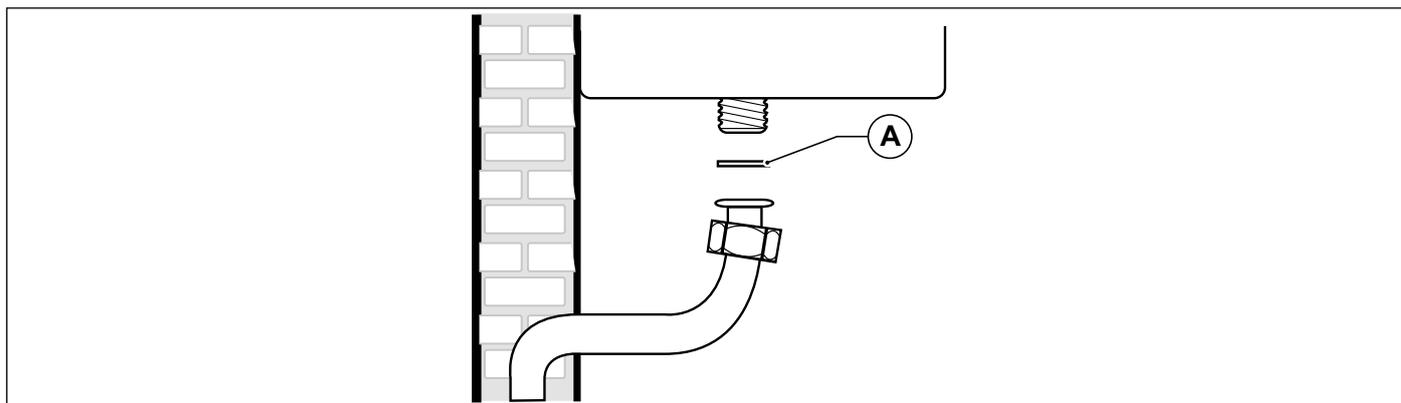

Fig. 20 Allacciamento alla rete del gas
E' **OBBLIGATORIO**, per collegare l'attacco gas della caldaia alla tubazione di alimentazione, interporre una guarnizione (A) a battuta di misure e materiali adeguati (vedi Fig. 20 Allacciamento alla rete del gas).